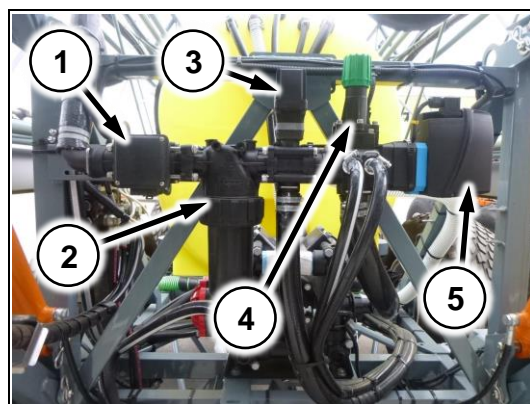

Рис. 96
(Рис. 96/1) – расходомер
(Рис. 96/2) – корпус фильтра тонкой очистки
(Рис. 96/3) – регулирующий клапан
(Рис. 96/4) – предохранительный клапан
(Рис. 96/5) – главный клапан
1. М – главный клапан (Рис. 96/5)
2. R – регулирующий клапан (Рис. 96/3)
3. F – расходомер (Рис. 96/1)